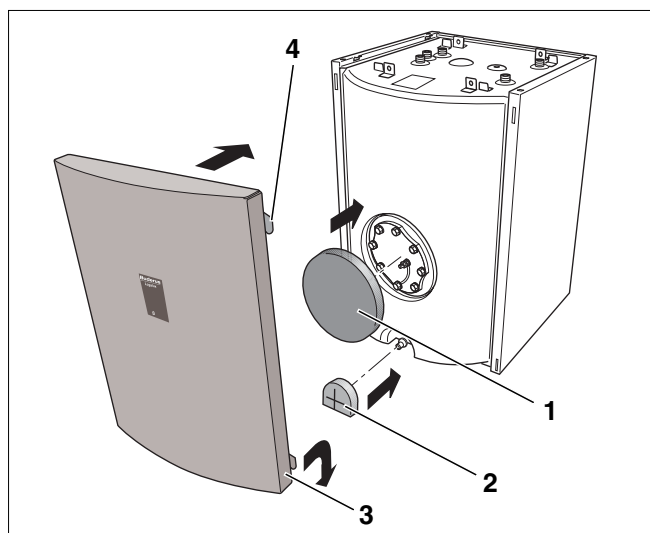

Fig. 13 Monter l'isolation thermique et le panneau avant
- Insérer le disque d'isolation thermique (fig. 13, **pos. 1**) devant la trappe de visite.
- Insérer l'élément d'isolation thermique (fig. 13, **pos. 2**) sur le robinet de vidange.
- Accrocher le panneau en mettant les crochets inférieurs (fig. 13, **pos. 3**) dans les fentes des panneaux latéraux.
- Appuyer le panneau avant en haut contre le préparateur et accrocher les crochets supérieurs (fig. 13, **pos. 4**) dans les fentes des panneaux latéraux.